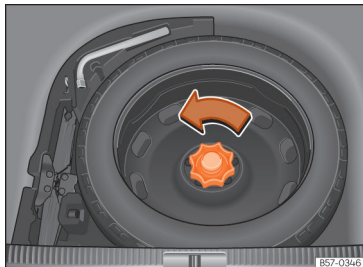

Fig. 223 Na bagageira: piso de carga levantado.
- Mova a roda no sentido contrário ao dos ponteiros do relógio »» Fig. 223.